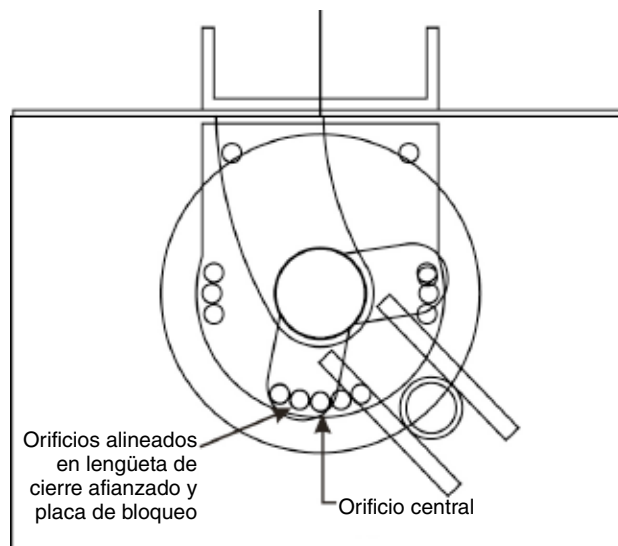

Figura 8.
- a Gire el mecanismo de desacoplamiento (del Moto-Operador) hasta que el orificio de la lengüeta de cierre afianzado izquierda quede alineada con el orificio de la placa de bloqueo (ver *Figura 8*). Esto proporciona el espacio suficiente para que el interruptor opere, mientras que deja orificios disponibles para afianzar el interruptor en su lugar.
La *Figura 8* supone que el interruptor se cierra en el sentido de las manecillas del reloj (según se ve desde el Moto-Operador viendo hacia arriba al interruptor aéreo). Si su interruptor se abre en el sentido contrario a las manecillas del reloj, deberá alinear la lengüeta de cierre afianzado derecha con el orificio equivalente del otro lado del orificio central.